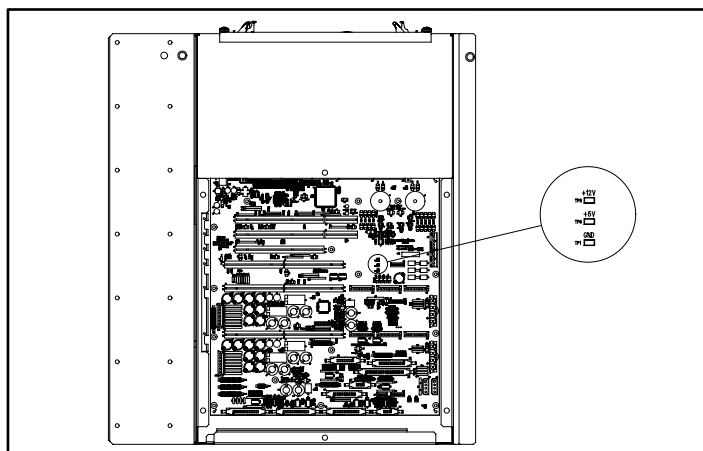

図7: PCIバックプレーン
1. マルチメータを使用して、以下の抵抗を測定してください (図7を参照)。
- ① 電子ベイ
- ② 拡張ケージ
5. 以下の抵抗を測定してください(図7を参照)。